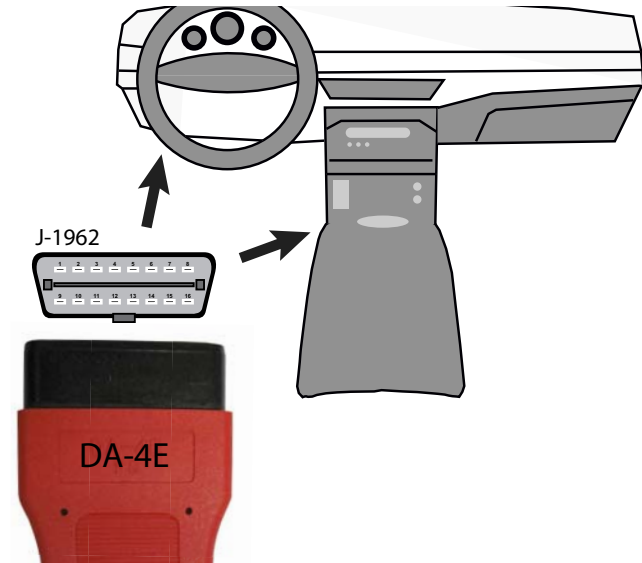

Figura 3-3
2. Conecte a extremidade de 16-pinos (J-1962) do cabo DA-4E (Figura 3-3) no DLC do veículo.